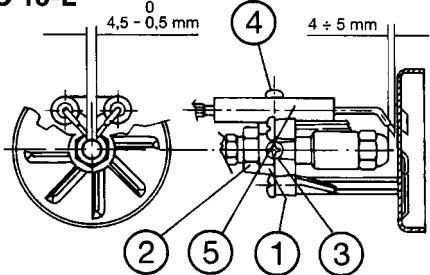

Рис. 12
Отвинтить винт 3 для настройки стабилизатора пламени 1 и винт 4 для регулировки электродов поджига 2 (Рис. 12).
Прижать суппорт стабилизатора пламени 1 к форсункодержателю 2 и закрепить винтом 4, а затем можно переместить электроды 5, сохраняя установочные зазоры, как указано на рис. 12а.
Рис. 12а
- удалить из прохода форсункодержателя суппорт стабилизатора пламени 8, после отвинчивания винта 3 (Рис. 12а);